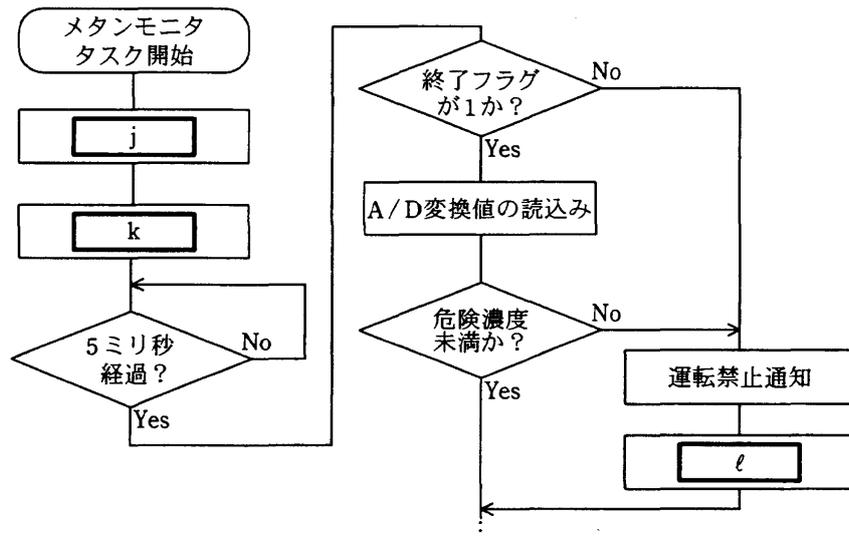

図4 メタンモニタタスクの処理の流れ図（一部）
メタン濃度の A/D 変換には、最大で5ミリ秒を要する。A/D 変換が終了すると A/D 変換終了フラグ（以下、終了フラグという）が 1 にセットされる。A/D 変換開始時に MPU に内蔵されているタイマをスタートして、5ミリ秒を計測する。5ミリ秒後に変換が終了していない場合は A/D 変換器の故障と判定し、メタン濃度が危険濃度以上の場合と同様の処理を行う。図4にメタンモニタタスクの処理の流れ図の一部を示す。
(1) 図4中の ～ に入れる適切な処理内容を、それぞれ15字以内で答えよ。
(2) A/D変換器は正常であるが、センサの故障によって危険濃度を検出できない場合の対応策を考える。3個のセンサを利用して、一つでも危険濃度以上の場合に、排水ポンプを停止するようにする。メタンモニタタスクの機能を変更し、起動のたびにセンサを切り替えて、3個のセンサのうち一つのセンサの値を読み込むようにする。